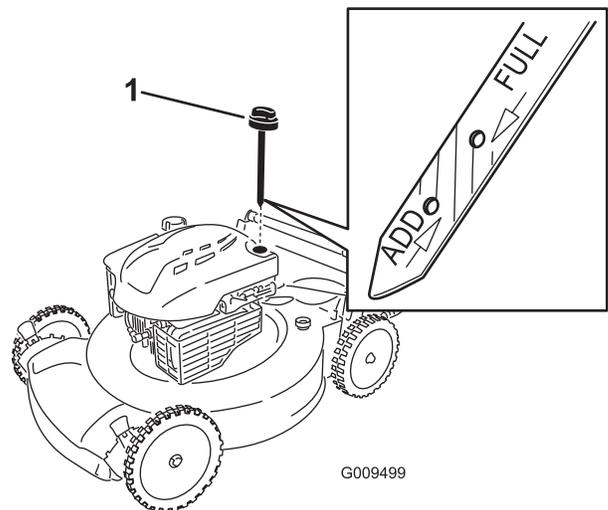

Figure 4
1. Retirez la jauge (Figure 4).
2. Versez de l'huile lentement dans le goulot de remplissage pour faire monter le niveau de liquide jusqu'au repère du plein (Full) sur la jauge (Figure 4). **Ne remplissez pas excessivement.**